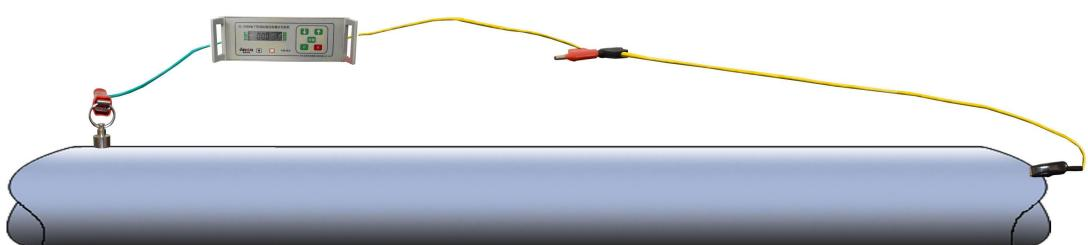

图6 回路法接线示意图
(3) **远距离回路法接地**：该方法是将发射线接到管道一端，将接地线延长接到管道另一端。工作时，在管道上形成回路。这一方法只有在解决特别复杂管网探测时才采用。回路法接线时以管道与地线作为传输回路的，导线与管道的距离必须是管道埋深的 10 倍以上，否则会因距离太近，影响管位的探测。远距离回路法接线、管道上信号最强。(见图 6)